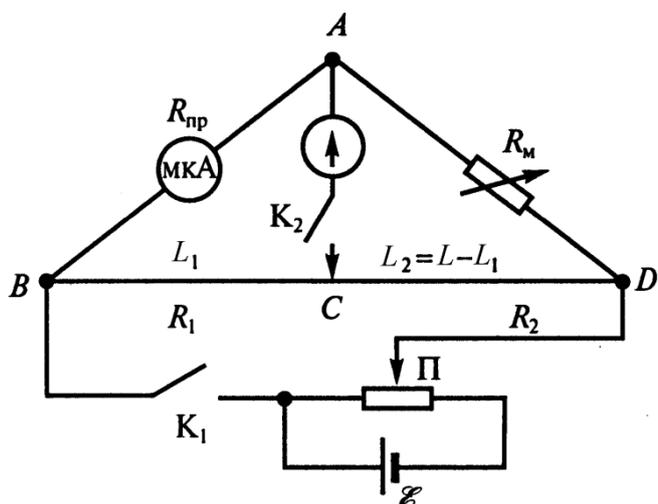

Рис. 2.3.
Схема установки для измерения сопротивлений на основе мостика Уитстона показана на рис. 2.3.
Зарисуйте (карандашом!) схему измерения сопротивления прибора (рис. 2.3).
- Подключите к цепи питания нижнюю половину моста (реохорд – точки *B* и *D* на рис.2.3). Для этого сначала определите визуально, нажимая на кнопку двойного ключа, какая пара контактов замыкается первой. Используйте ее в качестве K_1 . Это необходимо для того, чтобы исключить броски тока через гальванометр при включении установки. Подключите один из зажимов этой пары к зажиму "+" источника, а второй зажим ключа K_1 к левому концу реохорда (т. *B*). Правый конец реохорда (т. *D*) подключите к движку реостата.